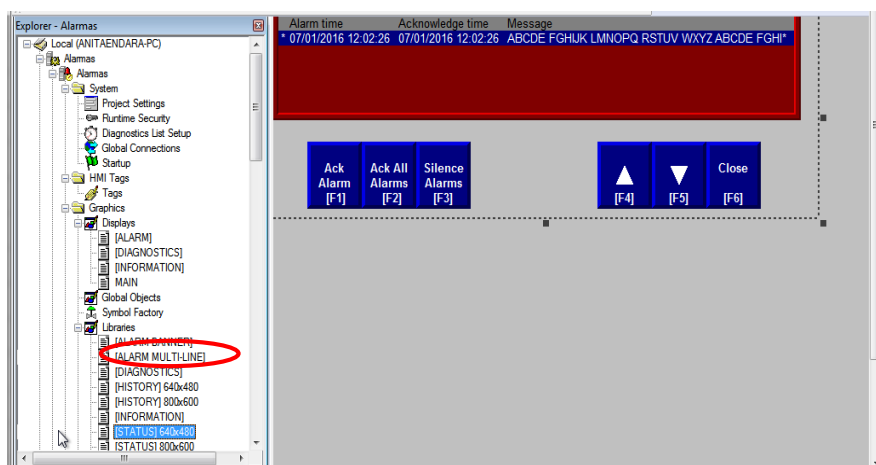

Figura 8: Selección de “Alarma Multiline” de la ventana “Explorer”
2. Ir a la ventana “Explorer” para seleccionar “Alarm Multiline” en la sección de “Libraries” como se muestra en la Figura 8: